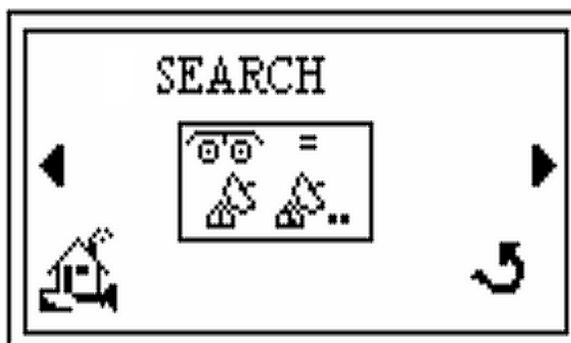

Figure 2-30 Écran de recherche
5. Presser **▶** et l'écran de *Recherche* apparaît (Figure 2-30).